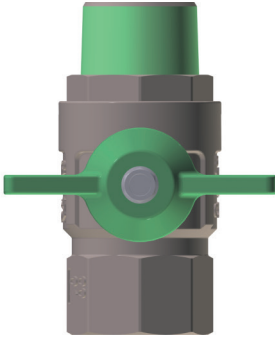

Abb. 21: Hauptabsperventil geschlossen
- Die Hauptabsperventile (Abb. 21) sind geschlossen.